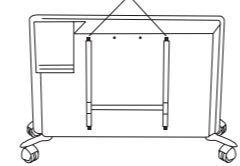

Рис. 4
- освободить настенный кронштейн от конвектора, необходимо следующим образом: нажмите на защелки и потяните кронштейн на себя нажав вниз на две защелки (рис. 4);
Конвектор не требует специального ухода. Перед обслуживанием (уходом) необходимо выключить конвектор из электросети и убедиться что он остыл. Корпус прибора следует время от времени протирать мягкой тряпкой или влажной губкой. Ни в коем случае не используйте абразивные, пеномоющие средства и растворители. Произвести чистку пространства позади установленного на стене обогревателя довольно несложно. Нажмите вниз две защелки (рис. 4) на задней стенке обогревателя, и потяните сам обогреватель вперед. После того, как он будет снят, можно будет вымыть стенку, на которой он был установлен. После завершения уборки установите обогреватель в его нормальное рабочее положение. Рекомендуемая температура и влажность в помещении: а) для работы конвектора: от -25 до +30 °C, влажность от 40 до 90%; б) для хранения конвектора : от -20 до +80 °C, влажность от 40 до 90%.